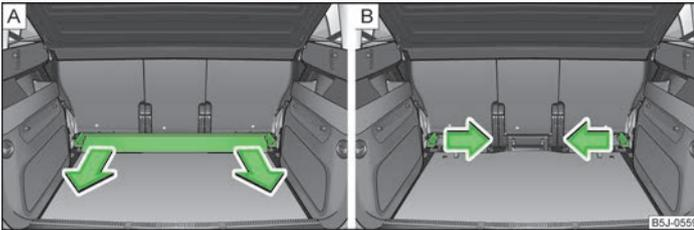

Abb. 52 Gepäckraum: Quertragschiene herausnehmen / Befestigungskeile herausnehmen
- Die Quertragschiene » Abb. 52 - [A] fassen und durch Ziehen in Pfeilrichtung herausnehmen.
- Den Befestigungskeil » Abb. 52 - [B] fassen und durch Ziehen in Pfeilrichtung herausnehmen. Zum Ausbauen des Befestigungskeils auf der anderen Gepäckraumseite auf die gleiche Weise vorgehen.